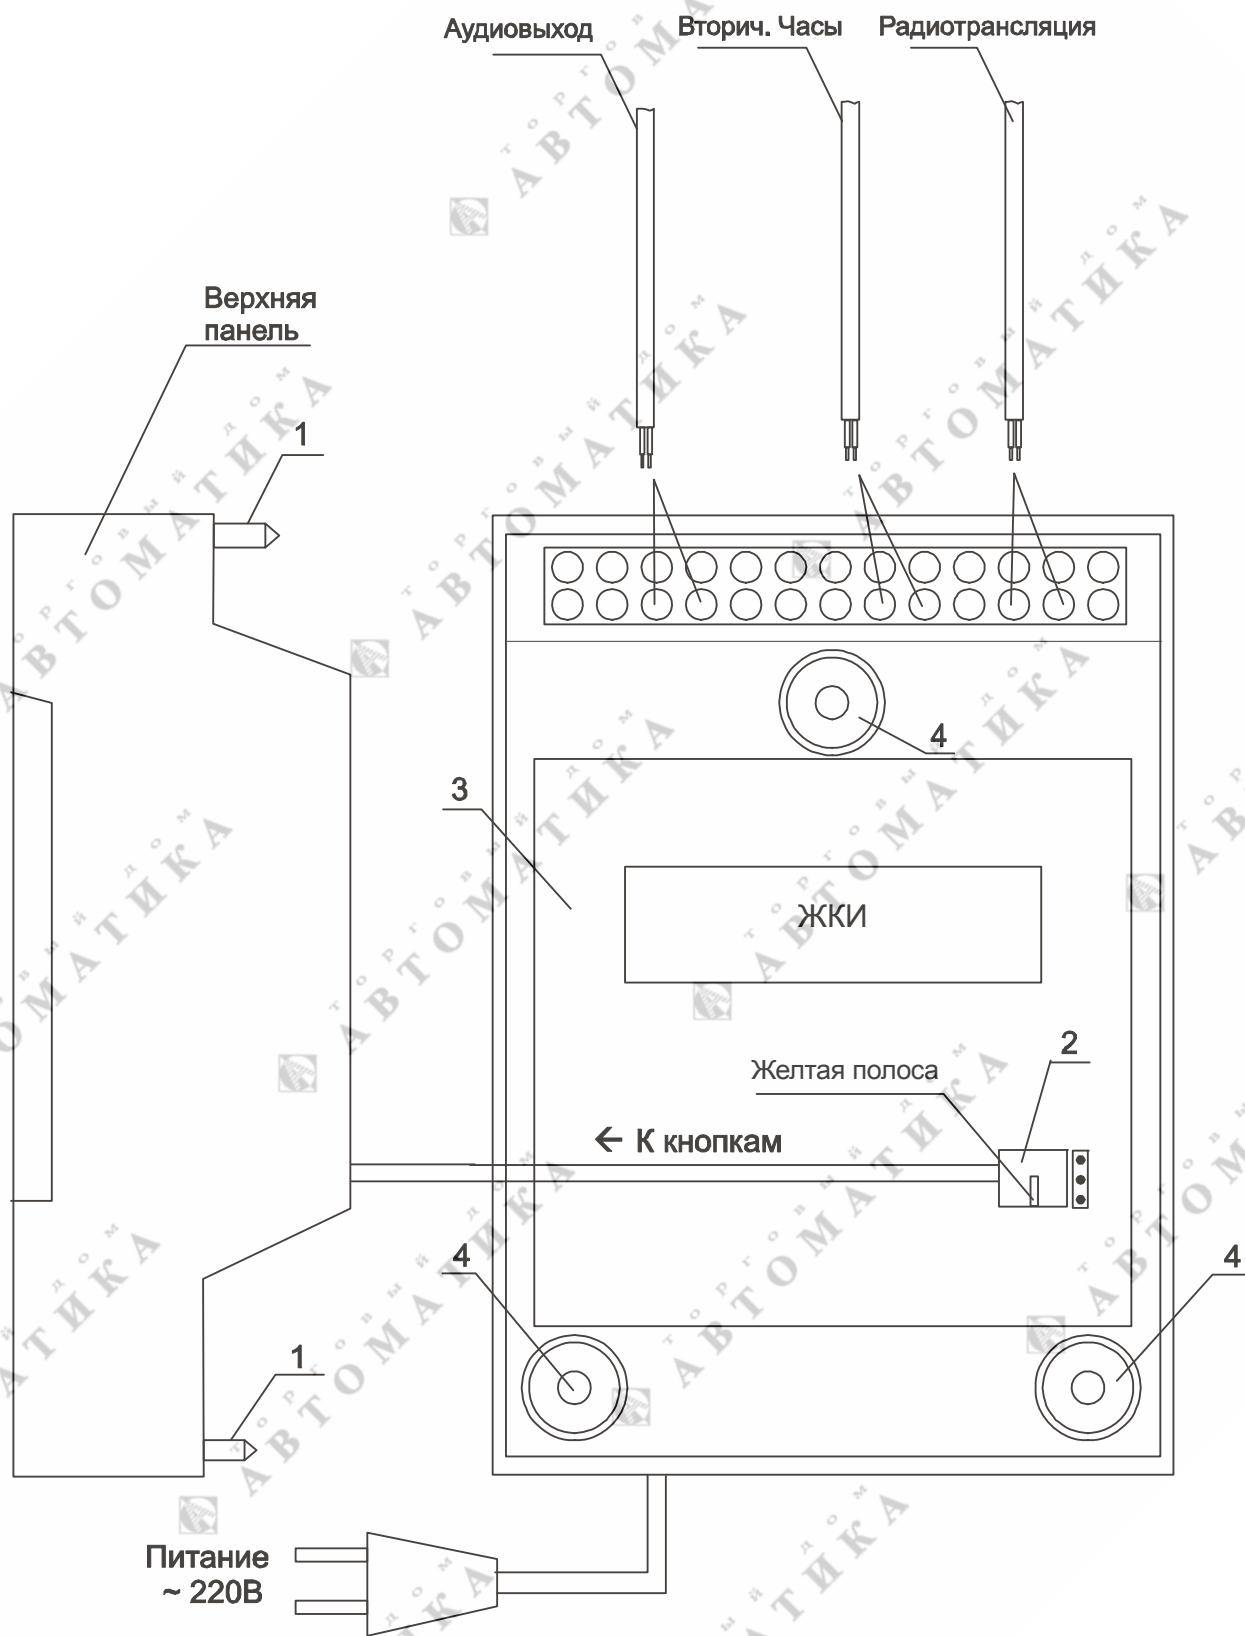

Рис. 1.
4.1. Выверните четыре винта 1, расположенных на верхней панели ЧС (см. Рис.1). Снимите верхнюю панель и отсоедините разъем 2, соединяющий кнопки с печатной платой 3.
4.4. Подсоедините линию радиотрансляционной сети, линию вторичных часов, кабель от линейного входа усилителя к клеммной колодке как показано на рис.1. Полярность подключения кабелей радиотрансляции и часовой линии произвольна.